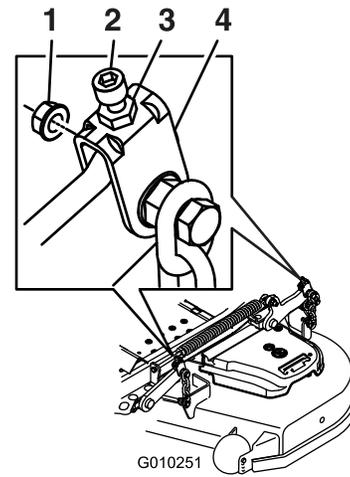

Figura 115
10. Gire la tuerca de ajuste del conjunto de elevación de la carcasa delantera para modificar la altura (Figura 115).
16. Gire el tornillo de ajuste hasta obtener una altura de 8.3 cm ($3\frac{1}{4}$ ") (Figura 115).